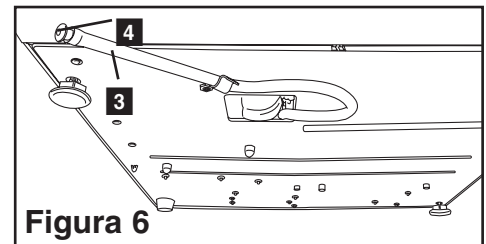

Figura 6
2. Con un tubo de desagüe (ver sección 3.5 Preparación de la bomba, Figura 6), vacíe el contenido del depósito en el contenedor de agua.